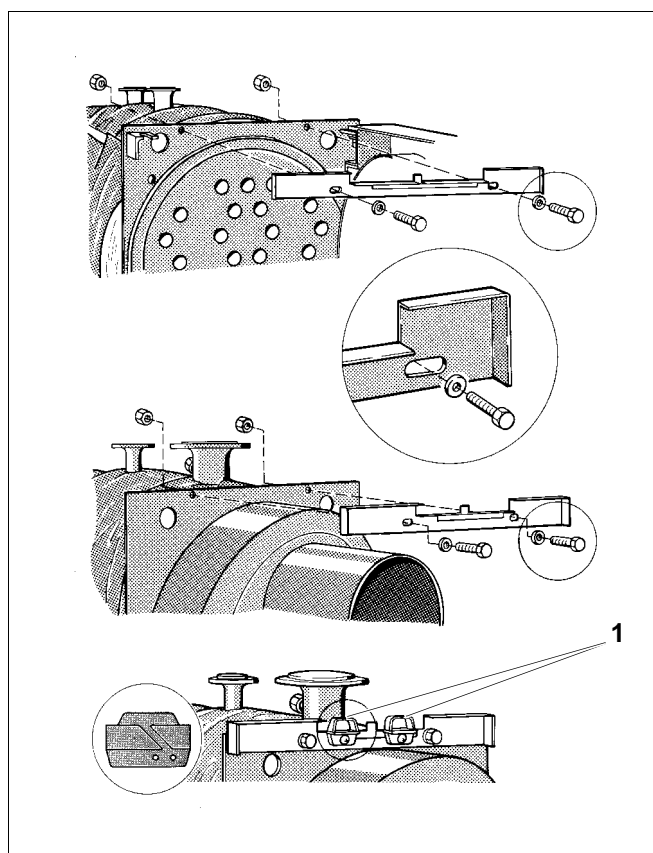

Abb. 10 Montage Verkleidung
- Traversen oben an der Kesselkörpervorderwand und -rückwand mit je 2 Sechskantschrauben, Scheiben und Muttern anschrauben (Abb. 10).
- Kabelhalter (Abb. 10, **Pos. 1**) mit Blechschraube an hintere Traverse anschrauben.